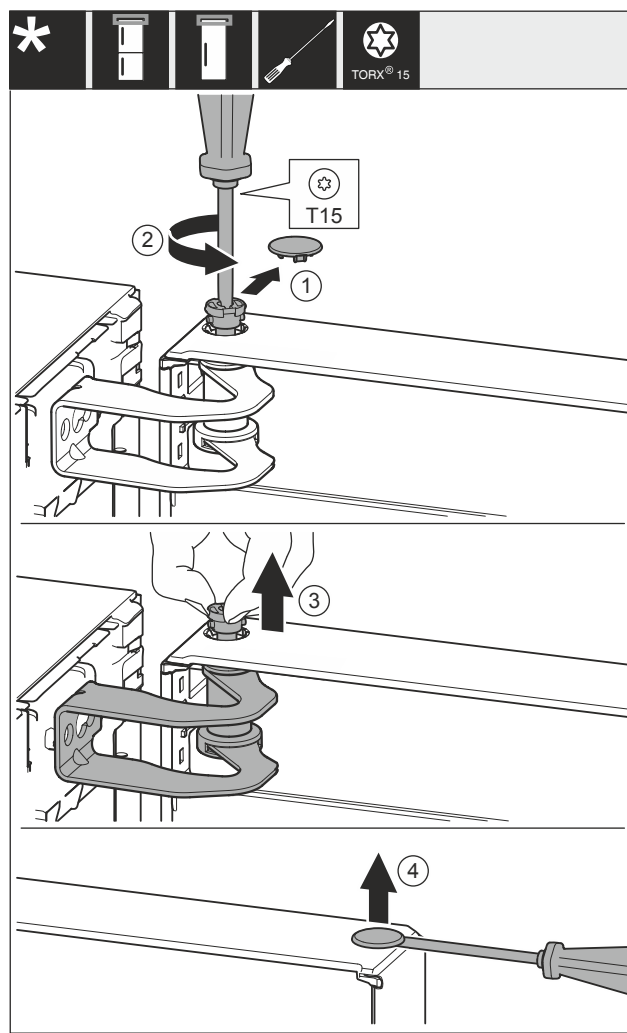

Fig. 29
- Opatrně sejměte kryt Fig. 29 (1).
- Šroubovákem o kousek vyšroubujte čep Fig. 29 (2).
- Čep Fig. 29 (3) vytáhněte prsty.
- Kryt Fig. 29 (4) opatrně nadzvedněte šroubovákem a odstraňte.